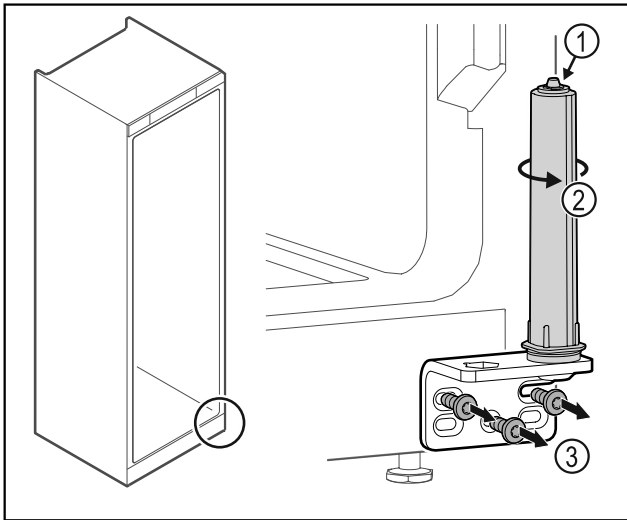

Fig. 51
- ▶ Не разбирайте систему закрытия двери Fig. 51 (1).
- ▶ Поворачивайте систему закрытия Fig. 51 (2) до щелчка.
- ▶ Отвинтите шарнирные уголки Fig. 51 (3).